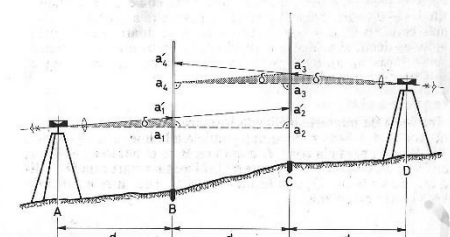

Fig. 13 Comprobación de la horizontalidad de la línea de puntería
4.3.1 Nivelación de control (fig. 13)
Una línea de puntería inclinada formará un ángulo δ con el plano horizontal. Si se supone una paralela a la línea a_1, a_2' trazada por a_3' , esta paralela cortará la mira en B en el punto a_4 , es decir, en la cota que indica una puntería horizontal a partir de D. Refiriéndonos a la fig. 13, esta lectura a_4 puede calcularse a partir de las lecturas efectuadas: